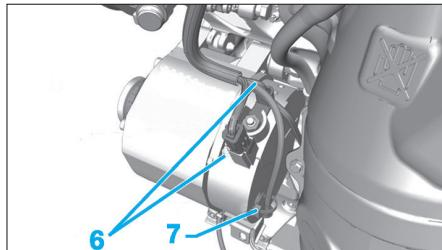
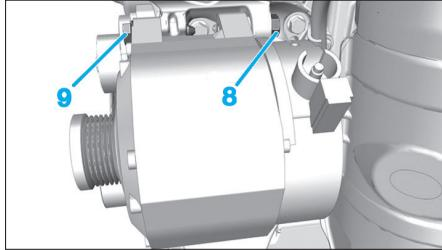

Fig. 3
Fig. 6
- Déconnecter les différents connecteurs (6) de l'alternateur (Fig.3).
- Dégrafer (7) et écarter le faisceau électrique.
- Dégrafer et écarter le faisceau électrique (7).
- Desserrer la vis supérieure (8) (Fig.6).
- Dépose la vis (9).